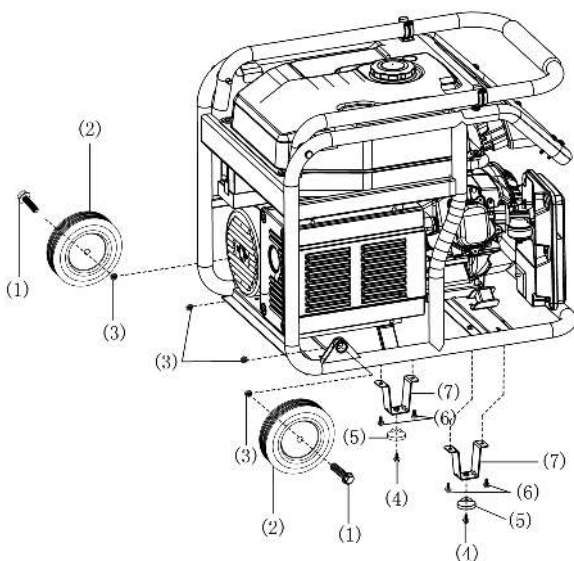

Рисунок 1 – Присоединение дополнительных элементов
- Обратите внимание на Рисунок 1 и установите колеса и вибрационные опоры, как показано на рисунке: